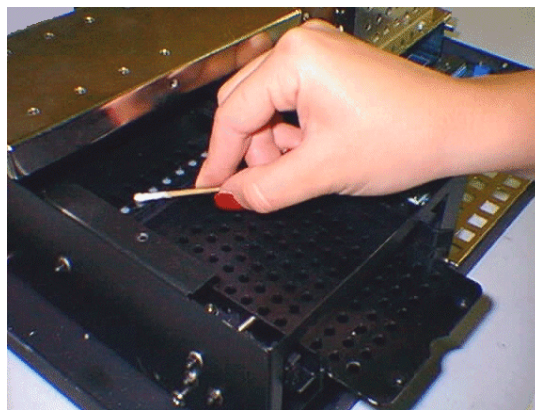

Fig.6.
- En la parte posterior del carro se encuentra la pieza en la cual están contenidos los patrones internos de fluorescencia. Con un algodón humedecido con etanol limpie el vidrio que los cubre, y séquelo a continuación con otro algodón limpio y seco. No deje restos de algodón en ningún lugar. Vea fig. 6.